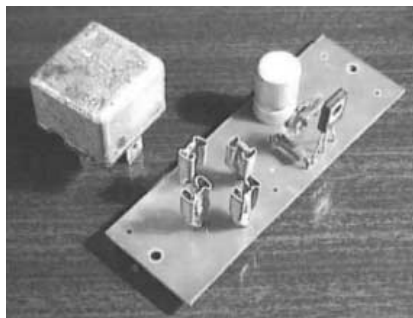

рис. 12
**Устройство задержки выключения света в салоне автомобиля** позволяет задержать выключение света в салоне автомобиля после закрытия двери, что дает возможность водителю в темное время суток легко вставить ключ в замок зажигания (рис.12).